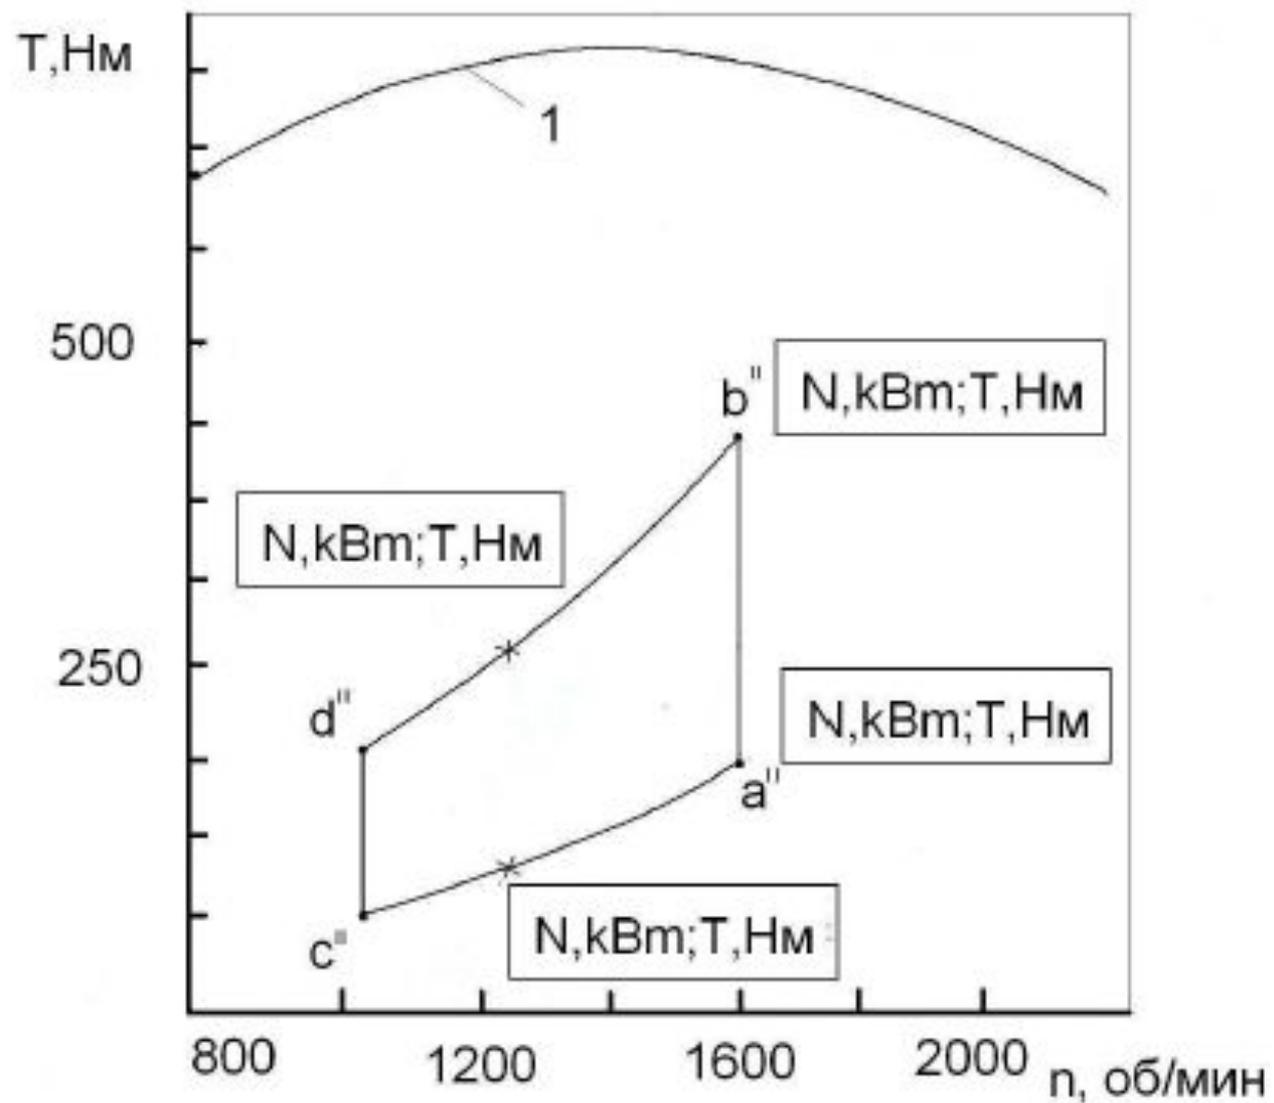

РИС.2
Изолнии удельных расходов топлива  $q_e$  г/кВт·ч и выбросы окислов азота  $C =$  г/кг сгоревшего топлива представлены на рис.3 и 4 в поле, характеризуемом зависимостью крутящего момента, развиваемого двигателем  $T$ , Нм от частоты вращения его коленчатого вала,  $n$  об/мин (кривая 1 на рис.2 и 3). Поэтому решение поставленной задачи должно осуществляться в такой последовательности.
2.3. Построить характеристику  $T = f(n)$ , как показано на рис.2. На этом рисунке по вычисленным значениям  $T$  и величинам  $n$  указать точки  $a''$ ,  $b''$ ,  $c''$